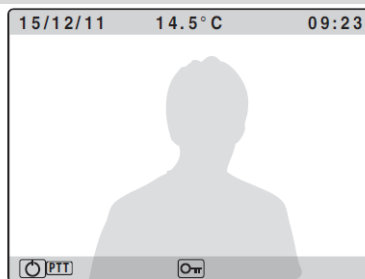

Fig.3a
- Om van hands vrij naar de druk om te spreken instelling over te gaan, houd u de  ingedrukt tot de LED traag begint te knipperen Fig.3a. Hou de  knop ingedrukt om met de bezoeker te praten (LED knippert snel) en laat los om te luisteren (LED knippert traag).